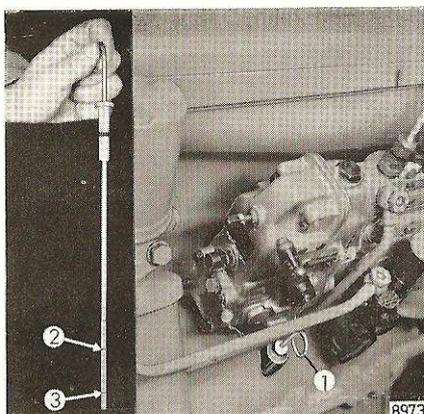
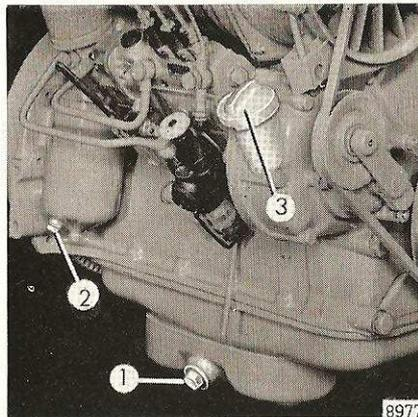

Fig. 16
Fig. 20
**B1** Contrôler le niveau de l'huile dans le moteur, chaque jour ou toutes les 10 heures de service. Le moteur doit être arrêté et en position horizontale. Retirer la jauge d'huile 1 (fig. 16), l'essuyer avec un chiffon ne s'effilochant pas, l'enfoncer de nouveau jusqu'à la butée et la retirer. La jauge doit autant que possible être mouillée d'huile jusqu'au repère supérieur 2. Si le niveau de l'huile n'arrive que jusqu'au repère inférieur 3 il faut immédiatement ajouter de l'huile, afin de prévenir des endommagements graves du moteur (grippages de pistons et paliers).
**La vidange doit se faire exclusivement lorsque le moteur est chaud**, car l'huile chaude s'écoule mieux. On dévisse la vis de vidange 1 (fig. 20) au carter d'huile, ainsi que le bouchon de vidange 2 au corps de filtre à huile. Lorsque l'huile usée est complètement écoulee, on revisse les bouchons filetés. On introduit alors l'huile neuve par le tuyau de remplissage 3, **seulement jusqu'au repère supérieur 2 de la jauge** (fig. 16).